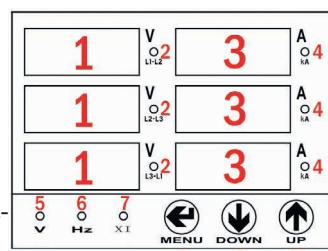

Рис. 1 – Элементы прибора
2. Для переключения отображаемой на дисплеях напряжения и частоты величины (п.1 рис. 1) нажмите кнопку **▲**. При выборе измерения линейного напряжения на приборе будет гореть индикатор 5 (рис. 1), при выборе измерения фазного напряжения – индикаторы 5 и 2 (рис. 1), при выборе измерения частоты – индикатор 6. При измерении частоты значение отображается на среднем дисплее левого ряда (п. 1 рис. 1).
3. При нарушении порядка чередования фаз загорится индикатор 7 (рис. 1).